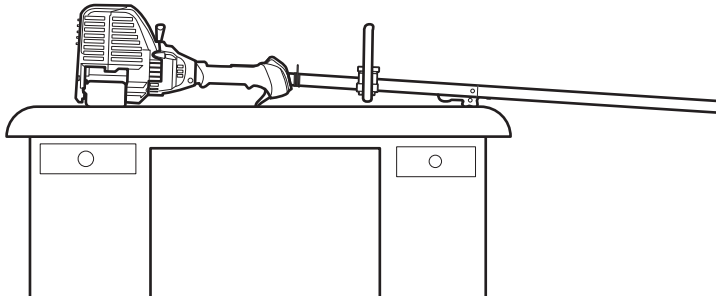

Fig. 22
2. **Ubique la unidad sobre una superficie plana y nivelada**, como un banco de trabajo o una mesa. El protector del cabezal de corte debe quedar colgando del borde de manera que el motor quede nivelado (Fig. 22).